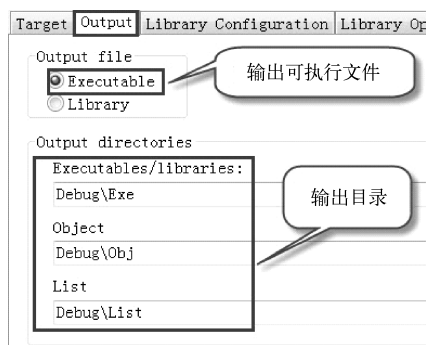

图 1-75 输出选项的默认设置
② 查看 Output 选项的默认配置, 如图 1-75 所示。